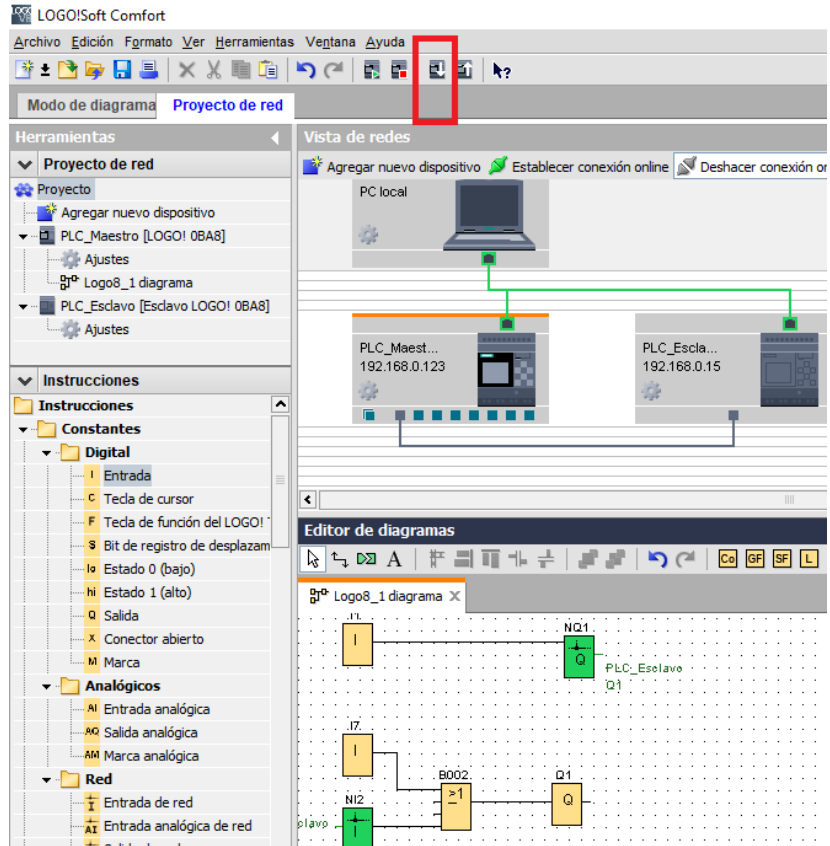

Ilustración 49 Cargar el programa a los PLC's
- d. Seguidamente procedemos a seguir los pasos de la ilustración 49, donde vamos a agregar un nuevo PLC o los que necesitamos. En esta parte llenamos el formulario que nos aparece, de la siguiente manera: